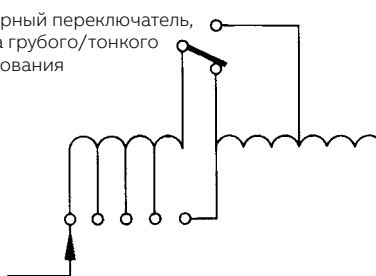

Рис. 25. Селекторный переключатель для переключения между режимами грубого и тонкого регулирования (тип D)
- переключение обмоток грубого и тонкого регулирования (см. рис. 25).